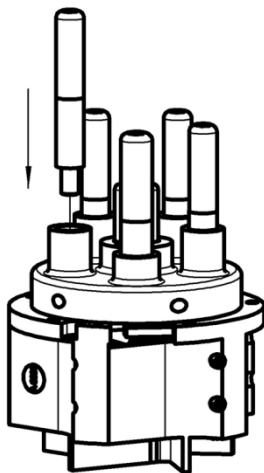

Abb. 69: Kontaktstift einsetzen
2. Neuen Kontaktstift einsetzen (Abb. 69).